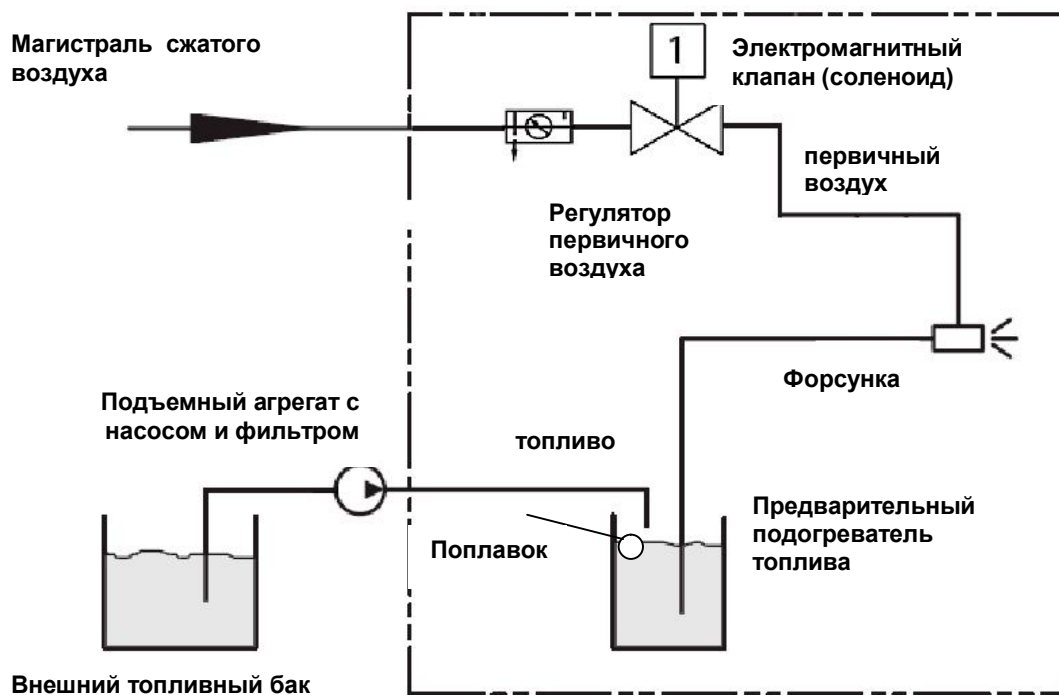

Рис. 2 Принцип действия горелки NORTEC WB40
1. По сигналу от поплавка, расположенного в емкости предварительного подогревателя топлива (рис. 2), насос подъемного агрегата начинает заполнять емкость. В определенном положении поплавок срабатывает микровыключатель – емкость заполнена, насос выключается.